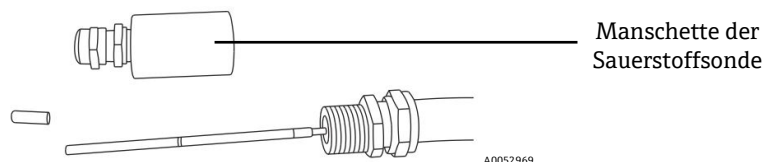

Abbildung 10. Manschette der Sauerstoffsonde entfernen
2. Manschette von der Sechskantmutter abschrauben und Manschette entfernen. Siehe Abbildung 10.